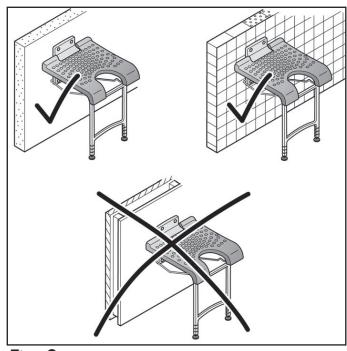

Fig. 9
- The seat should only be mounted on walls of sufficient load-bearing capacity using suitable mounting materials (Fig 9).
- Nur an Wänden mit ausreichender Tragfähigkeit und mit geeignetem Befestigungsmaterial montieren (Fig 9).